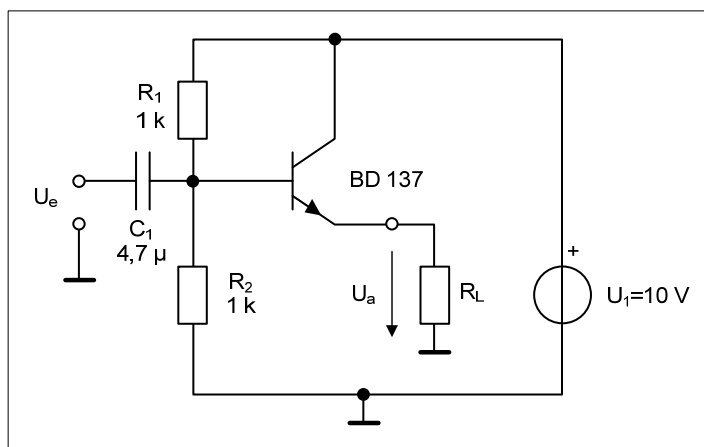
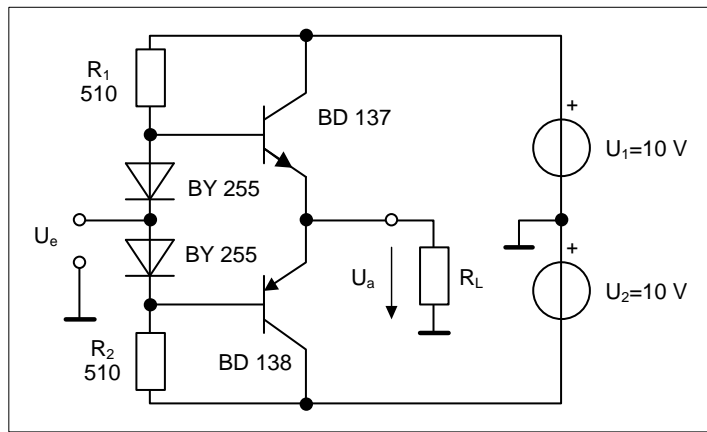

Bild 1: Verstärker im A-Betrieb
Bild 3: Verstärker im AB-Betrieb
- 2.5. Berechnen Sie für eine der drei Schaltungen nach Bild 1 bis Bild 3 näherungsweise den Eingangs- und Ausgangswiderstand sowie die Spannungsverstärkung A_U . Nutzen Sie zur Herleitung das Arbeitsblatt "Kleinsignalverhalten von Transistorverstärkern bei niedrigen Frequenzen" aus dem Lehrgebiet Elektronische Bauelemente.
Bestimmen Sie für die Verstärker im A-, B- und AB-Betrieb entsprechend der Schaltungen nach Bild 1 bis Bild 3 die folgenden Kennwerte und stellen Sie diese in einer Tabelle zusammen: